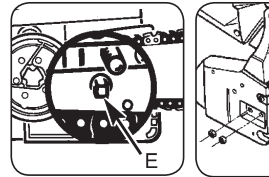

Fig. 3J
- Assurez-vous que l'élément guide (E) se trouve dans le trou de réglage du guide (Fig. 3J).